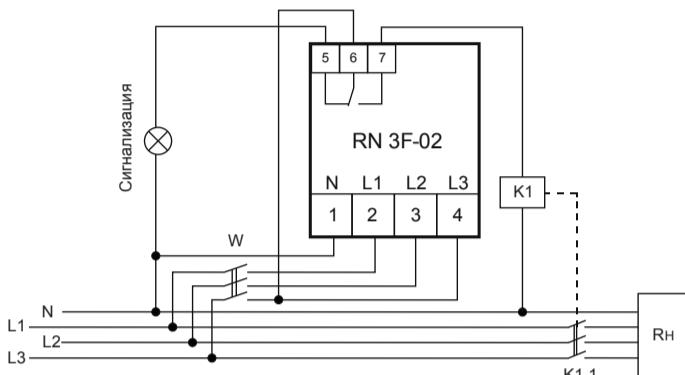

Рис. 2: схема подключения изделия
7.2. Подключить нагрузку к изделию (см. рис.2). Для этого используйте одножильный или многожильный провод с двойной или усиленной изоляцией сечением, соответствующим мощности нагрузки. Переменное 3-фазное напряжение 380В, 50 Гц подается на контакты выключателя **W** и на замыкающие контакты **K1.1** контактора **K1** соответствующей мощности. Выходные контакты выключателя **W** подключаются на контакты 2, 3, 4 устройства и одна из фаз на контакт 6.